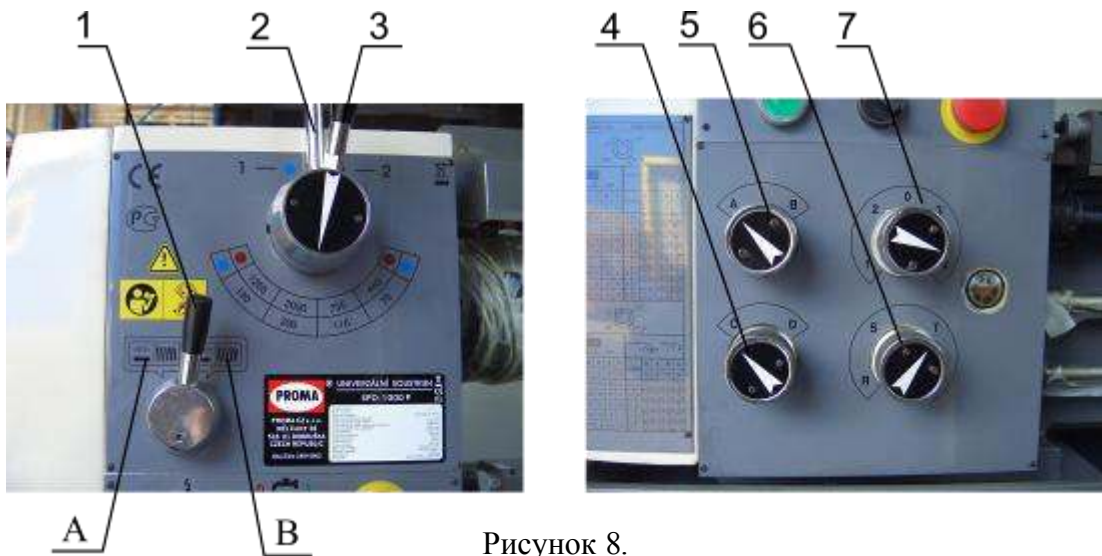

Рисунок 8.
**Органы управления коробки скоростей и коробки подач (см. рис. 8).**